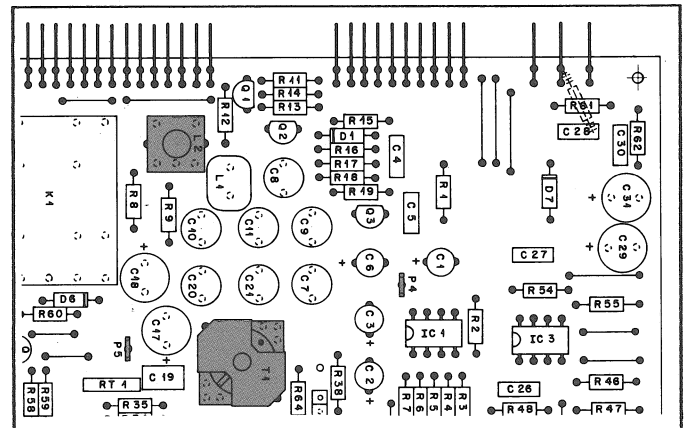

Fig. 11
- Relier le multimètre (-) à P5 (fig. 14), (+) au point de mesure 37 (EXT. BOARD). Raccorder la sonde d'oscilloscope à P4 (fig. 11), la masse au point de mesure 39 (EXT. BOARD).
- Régler T1 (fig. 11) pour le minimum de tension au multimètre.
- Régler L2 (fig. 11) pour le minimum HF à l'oscilloscope.